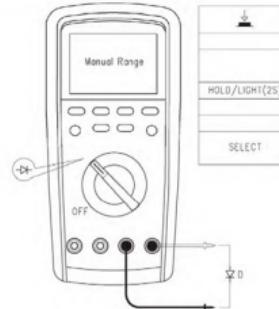

рис.6
4. Измерение диода (см. рис.6)